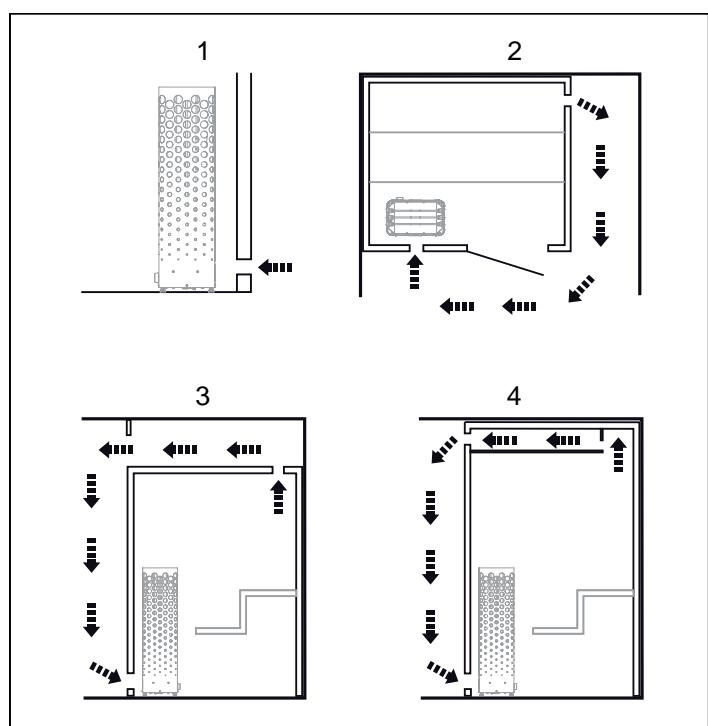

Fig 6: In- och utluftsventilens placering
Placer inluftsventilen rakt genom väggen, mitt bakom nedre delen av aggregatet (se Fig 6).
- med maximalt avstånd till inluftsventilen, t.ex. i diagonal (se Fig 6).
- högt på väggen eller i taket (se Fig 6).